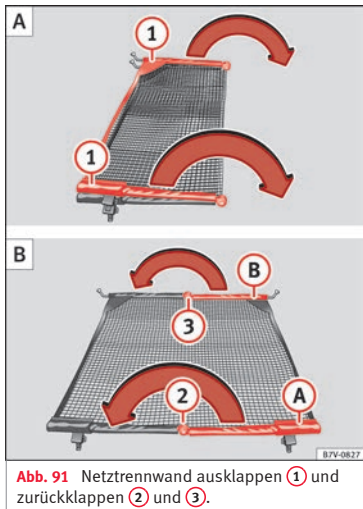

Abb. 91 Netztrennwand ausklappen ① und zurückklappen ② und ③.
Querstangen der Netztrennwand » Abb. 91 ① in Pfeilrichtung ganz auseinander klappen, bis ein „klickendes“ Geräusch hörbar ist.
- Entriegelungsknopf » Abb. 91 ② drücken und Querstange (A) bei gedrücktem Entriegelungsknopf in Pfeilrichtung einklappen.
- Entriegelungsknopf » Abb. 91 ③ drücken und Querstange (B) bei gedrücktem Entriegelungsknopf in Pfeilrichtung einklappen.